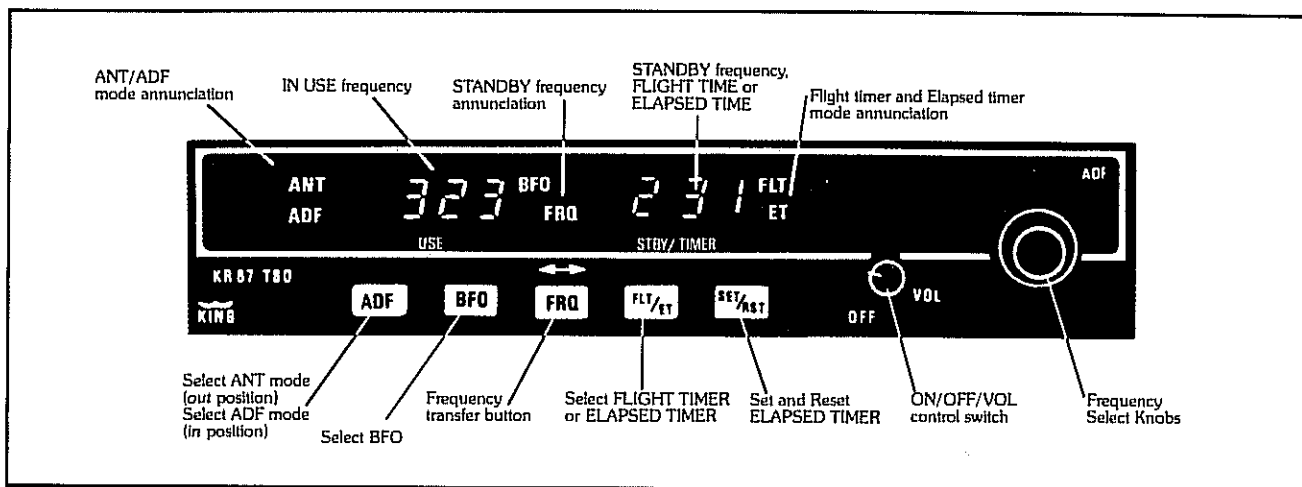

FIGURA 1.11 - IL RICEVITORE ADF KING KR-87
□ Ricevitore ADF King KR-87 a sintonia e display digitale (figura 1.11)